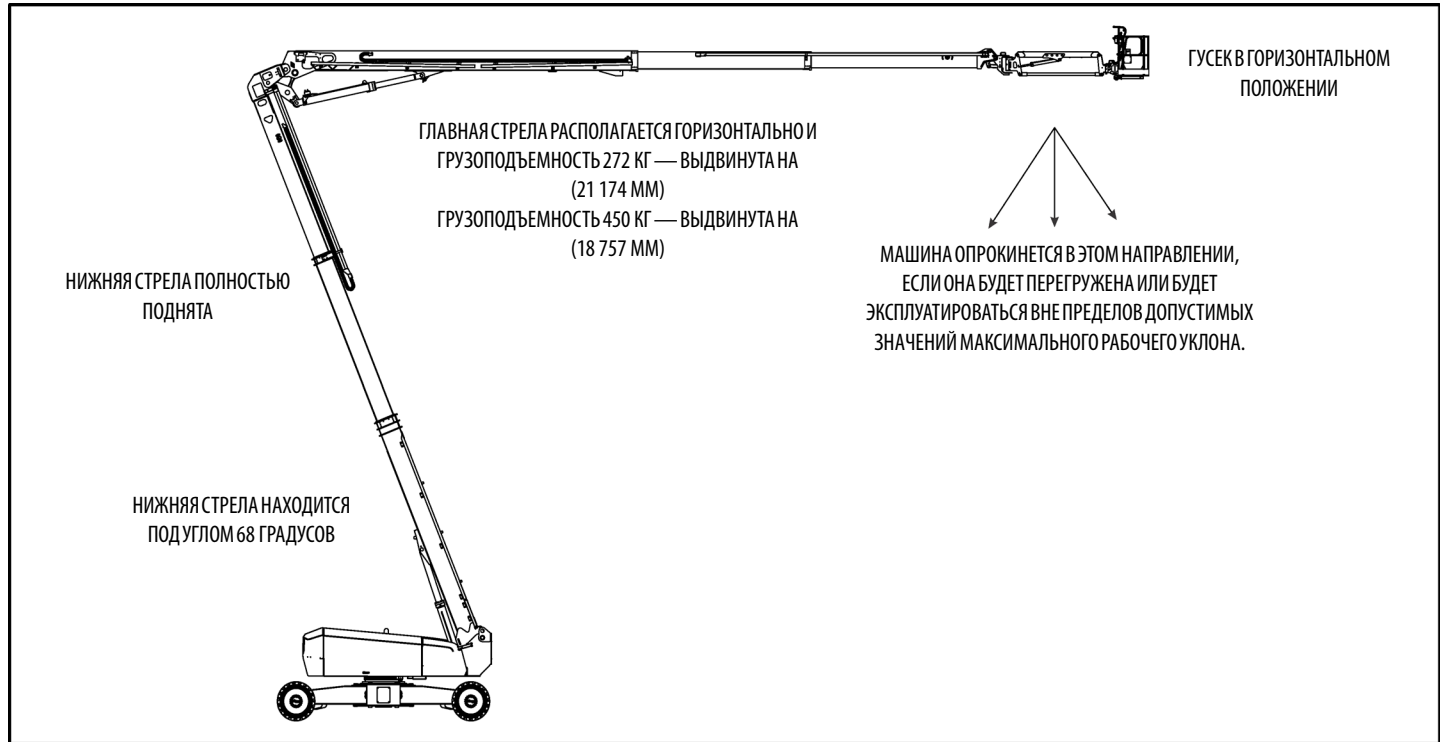

Рис. 4–1. Положение минимальной устойчивости против опрокидывания вперед
Устойчивость машины определяется двумя (2) параметрами, которые называют устойчивостью к опрокидыванию ВПЕРЕД и НАЗАД. Положение машины с минимальной устойчивостью к опрокидыванию ВПЕРЕД показано на Рис. 4–1., а положение машины с минимальной устойчивостью к опрокидыванию НАЗАД показано на Рис. 4–2.